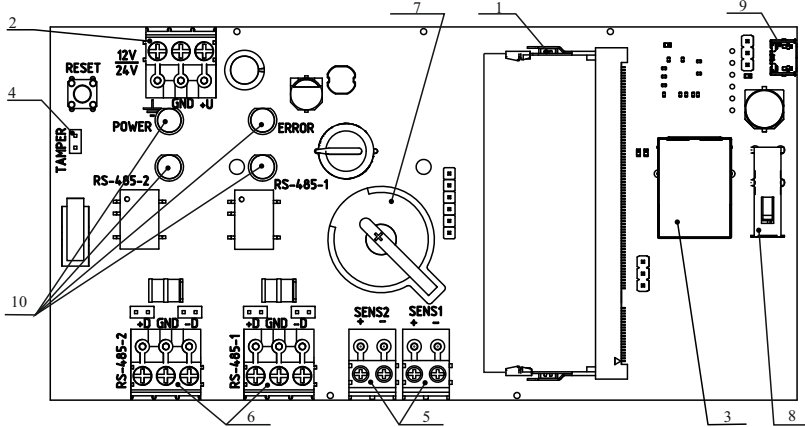

Рисунок 4 – Плата контроллера
- 5.3 Плата контроллеров (рисунок 4) является ведущей и содержит: